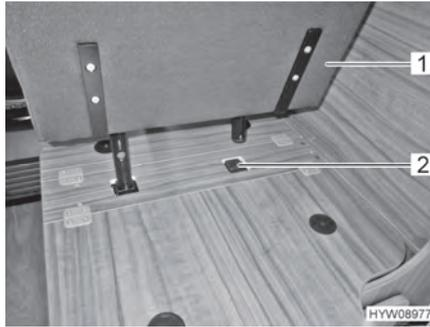

Fig. 17 Ficher le siège emboîtable dans sa fixation
- Ficher le siège emboîtable (Fig. 17,1) dans la fixation (Fig. 17,2).